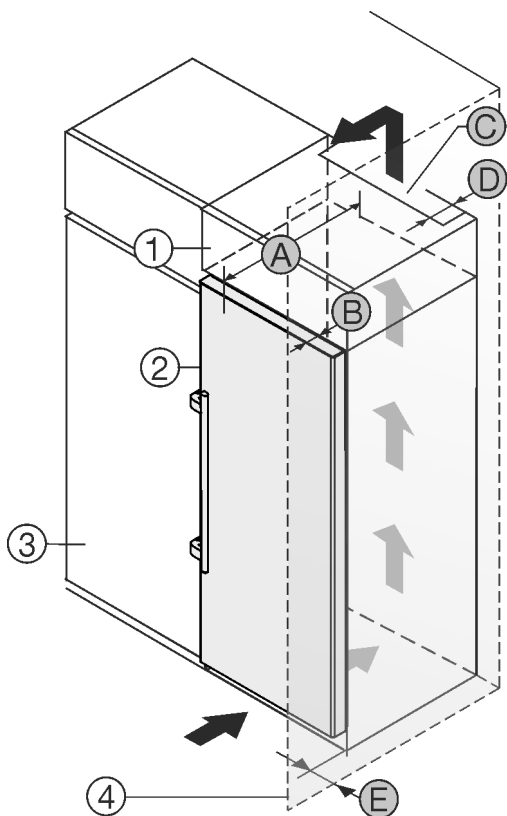

Fig. 2
- (1) Nastavná skříňka*
- (2) Přístroj*
- (3) Kuchyňská skříň*
- (4) Stěna*
- (A) Hloubka přístroje*
- (B) Hloubka dveřík*
- (C) Ventilační průřez*
- (D) Vzdálenost zadní strany přístroje*
- (E) Vzdálenost k zadní straně přístroje*
Můžete přístroj nainstalovat přímo vedle kuchyňské skříňky Fig. 2 (3).*
Na zadní straně nastavné skříňky musí být větrací šachta hluboká Fig. 2 (D) přes celou šířku nastavné skříňky.*
Pod stropem místnosti musí být dodržen ventilační průřez Fig. 2 (C).*
Když přístroj instalujete závěsy vedle stěny Fig. 2 (4), musí být vzdálenost mezi přístrojem a stěnou minimálně 57 mm. To odpovídá přesahu madla při otevřených dveřích.*
Aby bylo možné dvířka plně otevřít, musí přístroj přesahovat o hloubku dveřík Fig. 2 (B) vůči přední linii kuchyňské skříňky. V závislosti na hloubce kuchyňských skříňek Fig. 2 (3) a použití vymezovačů odstupu od stěny může přístroj vyčnívat dále.*